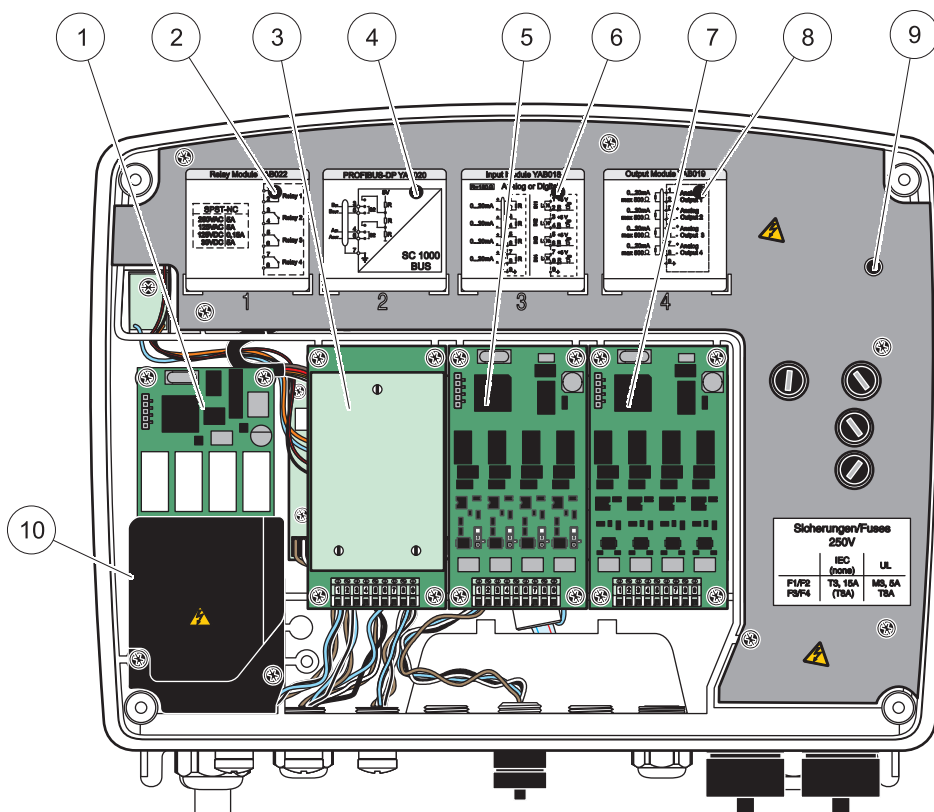

Рисунок 18 Порты для плат расширения
3. Подключите плату реле в соответствующий слот (Рисунок 18). Используйте отвертку с магнитным наконечником для затягивания четырех винтов с крестообразным шлицем на плате (Платы проще установить на модуль, когда он находится в нормальном вертикальном положении, а не в горизонтальном положении на монтажном столе).
6. Запишите серийный номер с паспортной таблички на стикер, который входит в комплектацию, и прикрепите его к главному экрану высокого напряжения (Рисунок 18). Этот серийный номер тот же, что и внутренний адрес платы в сети.
2. Подключите плату входов в соответствующий слот (Рисунок 18). Используйте отвертку с магнитным наконечником для затягивания четырех винтов на плате.
5. Запишите серийный номер с паспортной таблички на стикер, который входит в комплектацию, и прикрепите его к главному экрану высокого напряжения (Рисунок 18).
2. Подсоедините плату выхода в соответствующий слот (Рисунок 18). Используйте отвертку с магнитным наконечником для затягивания четырех винтов на плате.